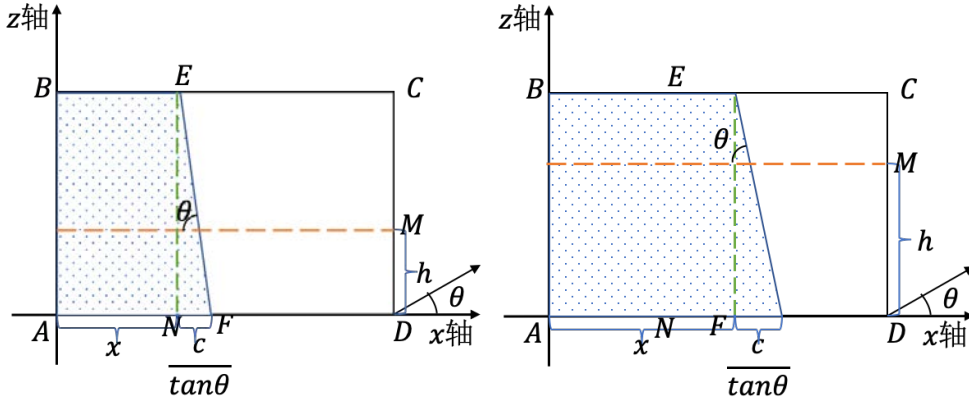

图 9：  $h_k(t) \leq \frac{c_k}{2}$ 和 $h_k(t) > \frac{c_k}{2}$ 时油面形状为梯形 2 示意图
(4) 油面呈现为“梯形 2”： $|\theta| > \theta_2$ 且 $h_k(t) \leq \frac{c_k}{2}$ ； $|\theta| > \theta_4$ 且 $h_k(t) > \frac{c_k}{2}$ 。如图 9 所示。